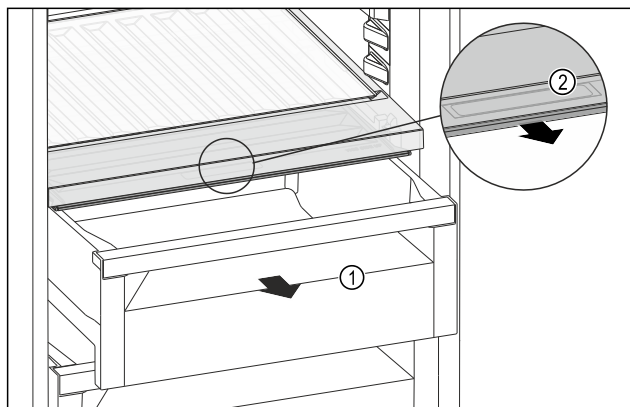

Fig. 158
- Izvucite ladicu Fig. 158 (1).
- Primite ručku Fig. 158 (2) na poklopcu pretinca i istodobno povucite poklopac pretinca prema naprijed.